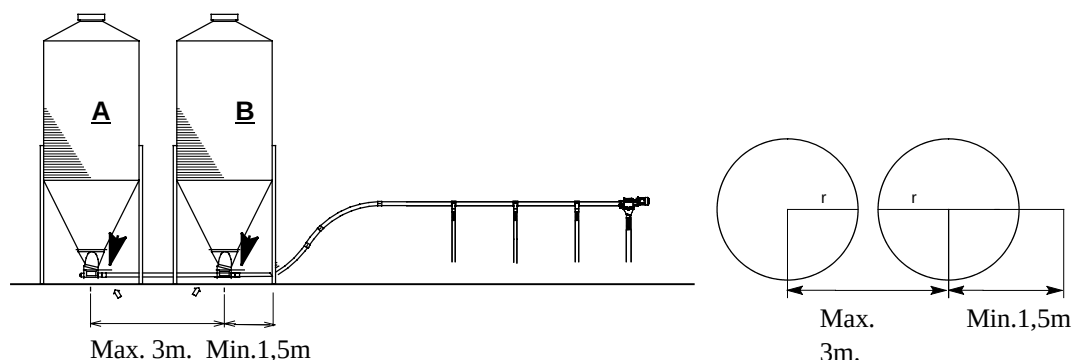

РИСУНОК 5.
- Чтобы предотвратить износ второго поддона, система Flex-Auger должна размещаться на расстоянии не менее 1,5 м после него по горизонтали. См. рис.5.